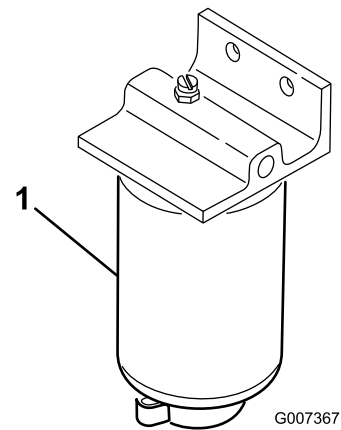

Рисунок 41
2. Очистите область крепления стакана фильтра (Рисунок 41).
4. Откройте сливную пробку фильтра и клапан сапуна (Рисунок 41).